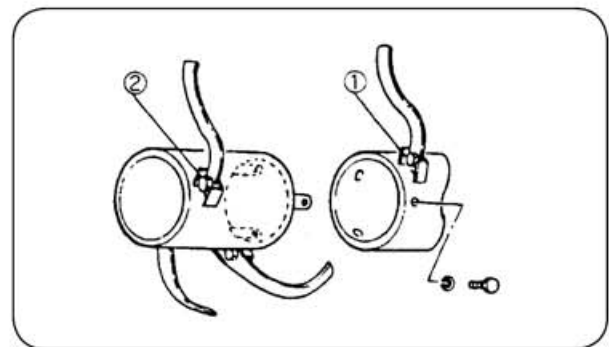

図 55
補助ドラムセット (図55、56)
- ① 圃場条件の良い所では、能率を上げるために補助ドラムの取付けは図55のようにドラムの外側の刃受①と補助ドラムローターの外側刃受②とが横から見るとほぼ重なるような位置にして3個のボルトで取付けてください。適当に締めてから回転させて芯振れを直してから確実に締付けます。